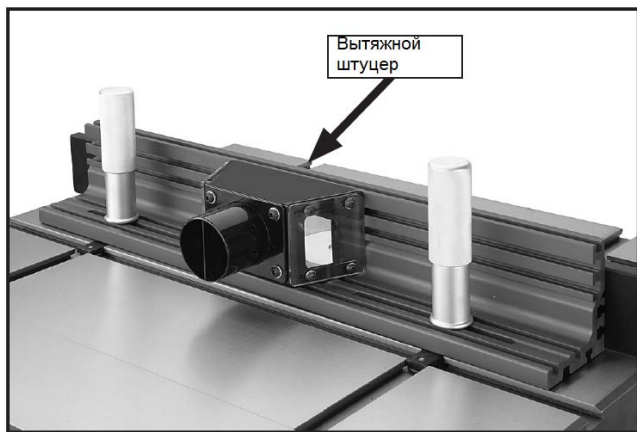

Рис. 9: Вытяжной штуцер прикреплен к упору.
10. Прикрепите вытяжной штуцер с задней стороны упора при помощи четырех винтов М6-1 x 10, четырех плоских шайб 6 мм, см рис. 9.